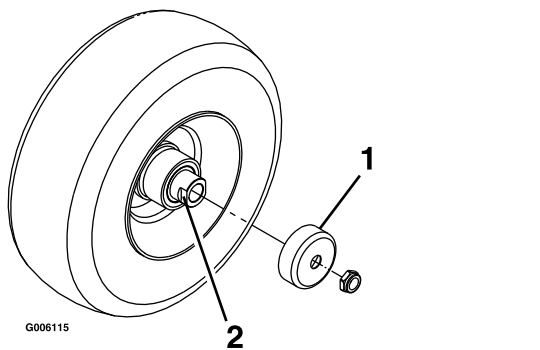

Figura 38
- Retire los protectores de los retenes del cubo de la rueda (Figura 38).